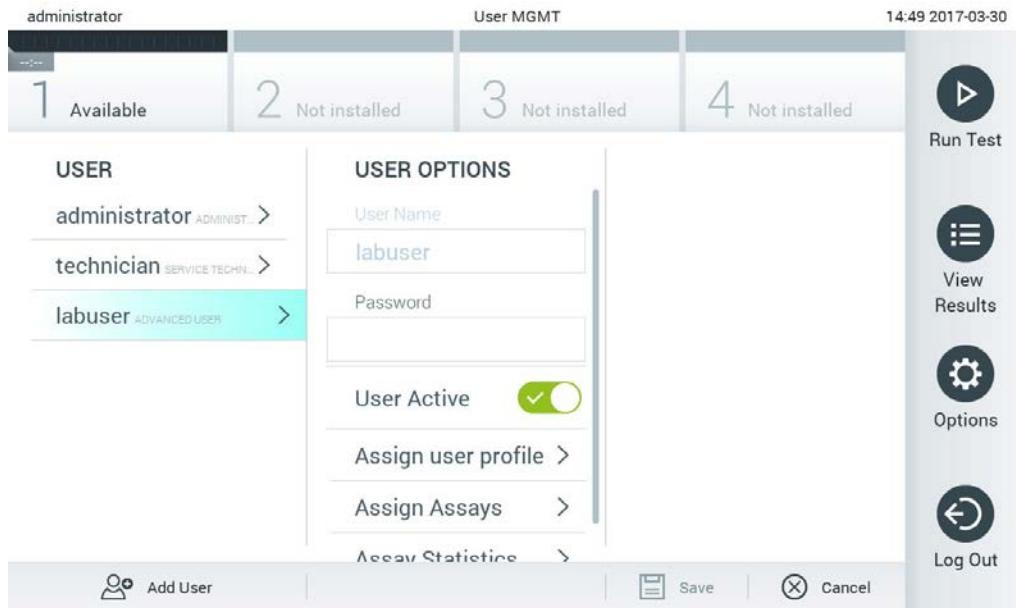

Figura 53. Selectarea și gestionarea utilizatorilor.
2. Selectați utilizatorul pe care dorîți să îl gestionăți din lista din coloana stângă a zonei de conținut (Figura 53).